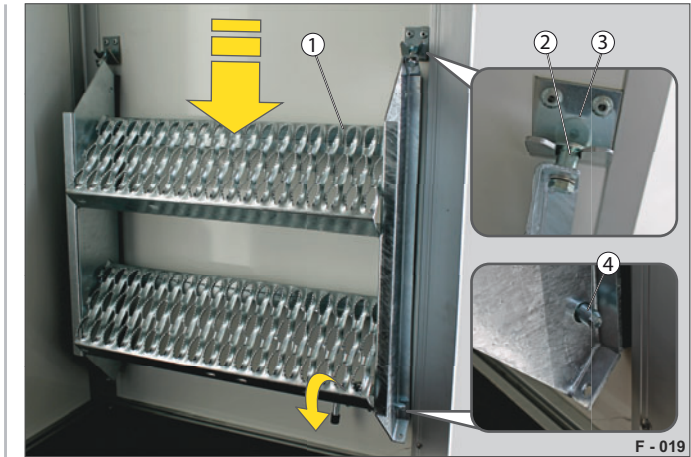

Abb. 13 Treppe innen gesichert (Fahrstellung)
- ▶ Hängen Sie die Treppe (Abb. 13/1) von oben mit den Bolzen (Abb. 13/2) in die Winkel (Abb. 13/3) ein.
- ▶ Lösen Sie den Riegelbolzen (Abb. 13/4) - um 90° drehen. Der Riegelbolzen schnappt in der Bohrung an der Treppe ein.